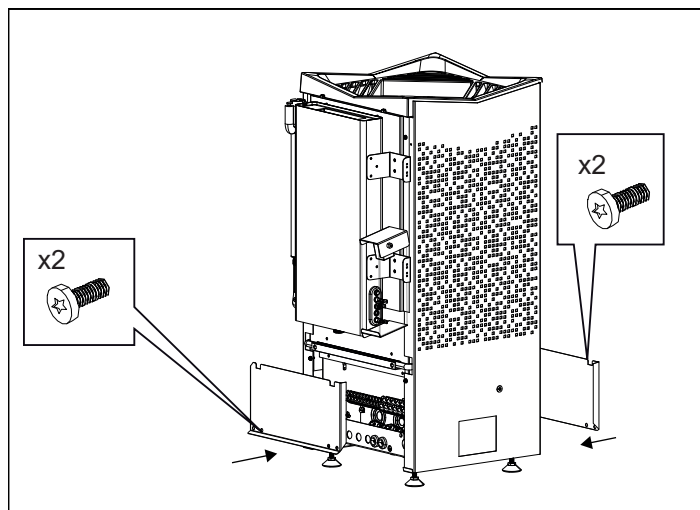

Abbildung 13: Bringen Sie die vordere und hintere Luke wieder an.
9. Schieben Sie den Einschub zurück, bringen Sie die vordere und hintere Klappe wieder an und ziehen Sie die Schrauben fest (siehe Abbildung 13).